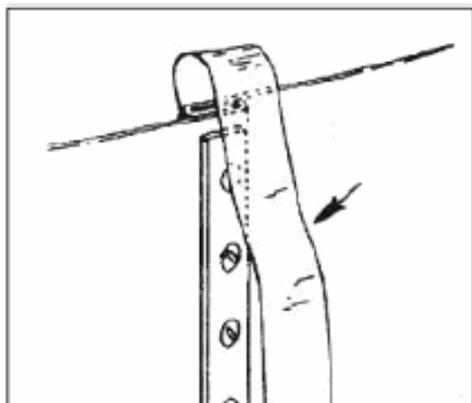

Fig. 15
- f) Couvrez le joint et les têtes à boulon à l'intérieur de la paroi avec le ruban en PVC afin de protéger le liner de la friction avec ces objets étant ceux-ci la cause principale de dommage au liner (Fig. 15). Le ruban doit être collée (avec de la colle pour PVC) pour assurer que les bords affilés comme par exemple les boulons, restent complètement couverts.